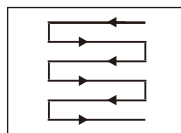

Fig. 25
4. Tundeți în rânduri ușor suprapuse. Cel mai eficient model pentru tuns gazonul este în linii drepte de-a lungul uneia dintre margini. Aceasta va menține rândurile uniforme și asigură că tot gazonul este tuns fără a omite zone (Fig. 25).